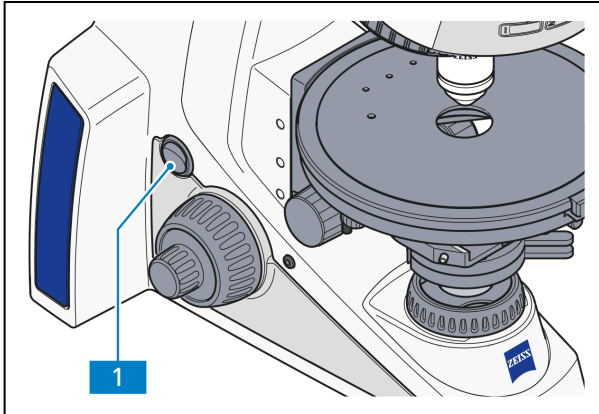

Abb. 3-32 Hauptschalter an der linken Seite des Mikroskops
- Mikroskop mit Hauptschalter (Abb. 3-32/1) ein- bzw. ausschalten.